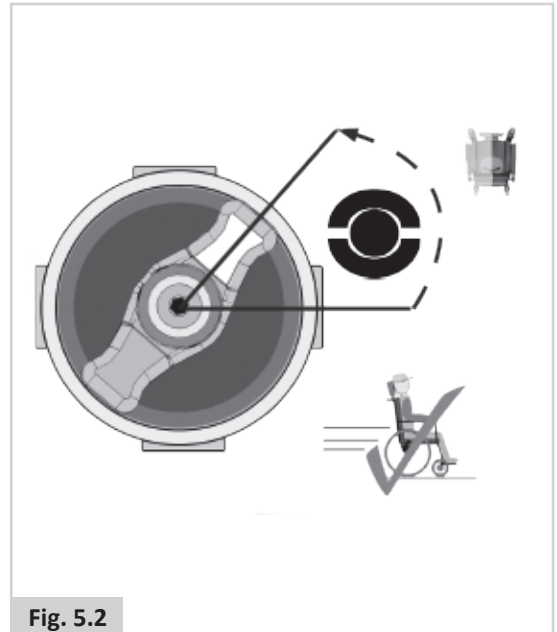

Fig. 5.2
1. Zum Fahren des Rollstuhls. (Fig. 5.2).